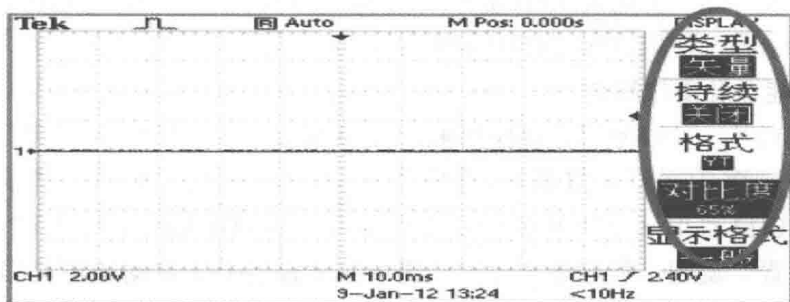

图 2-4 Display 键菜单
(7) Display (显示) 键: 选择波形如何出现以及如何改变整个显示的外观, 选项包括类型、持续、格式、对比度, 如图 2-4 所示。